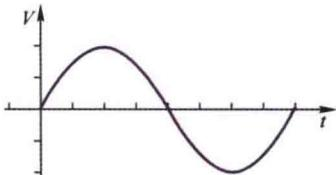

图 1-3 交流电的波形
**交流电：**大小和方向随着时间作周期性变化的电流，其波形如图 1-3 所示。交流电的符号是“~”。